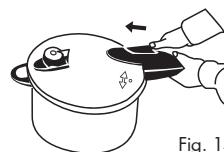

Fig. 14
a) Deslizar o bloqueio para o centro da tampa (Fig. 14).